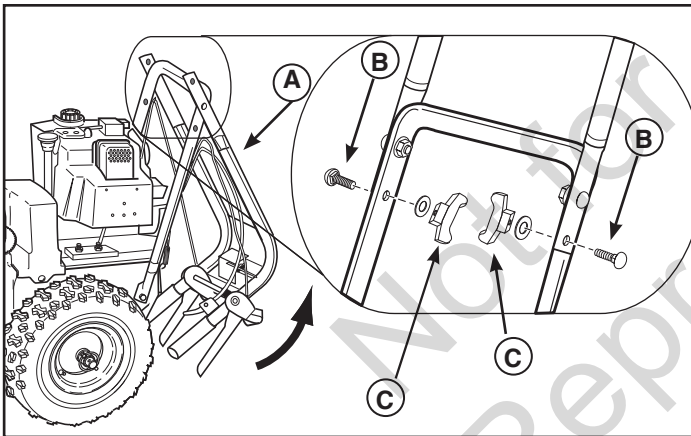

Figure 1
2. Ramener le levier (A, Figure 1) supérieur à sa position de marche.
3. Insérez deux boulons (B) dans les trous inférieurs et attachez à l'aide des deux rondelles (C) et des boutons à ailettes (éventuellement). Serrez à fond les quatre boutons.